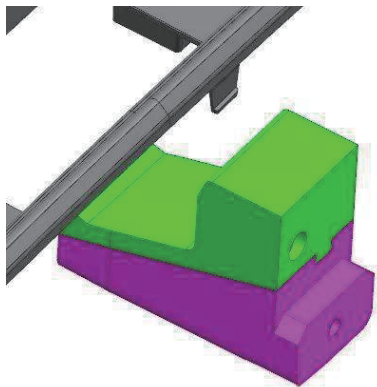

图 4
3. 头部结构与产品外观: 滑块的头部结构需要与产品的外观一致, 以确保产品表面的光滑和美观。如果产品的外观要求较高, 可以考虑采用较小的头部结构或采用光洁度较高的材料。(见图 4)